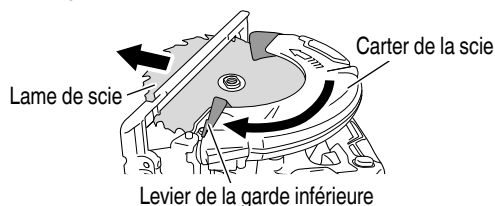

Fig. 16
- (2) Appuyer sur le levier de verrouillage, verrouiller l'arbre, et retirer le boulon à bride hexagonal et la rondelle (B) à l'aide de la clé hexagonale 5 mm.
(3) Tout en tenant le levier de la garde inférieure pour maintenir la garde inférieure complètement rentrée dans le carter de la scie, retirer la lame de scie (Fig. 16).